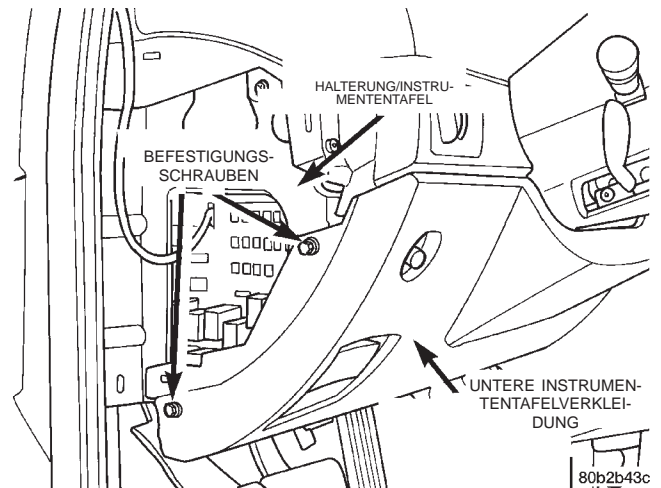

Abb. 4 Befestigungsschrauben/Untere Instrumententafelverkleidung
(3) Die beiden Schrauben hinter dem Deckel des Sicherungskastens (Abb. 4), mit denen die untere Verkleidung der Instrumententafel an der Halterung befestigt ist, lösen.
(4) Untere Instrumententafelverkleidung abbauen. Die Verkleidung ist an ihrer Oberkante und der rechten Kante mit Clips befestigt.